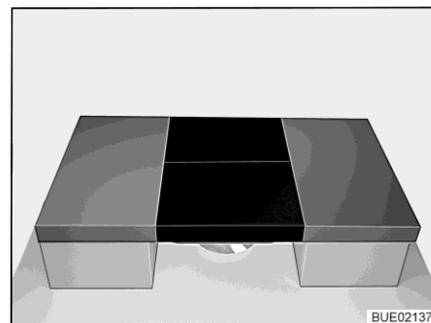

Fig. 122 Dopo la trasformazione
- Posizionare due cuscini aggiuntivi sul tavolo (vedi Fig. 122).